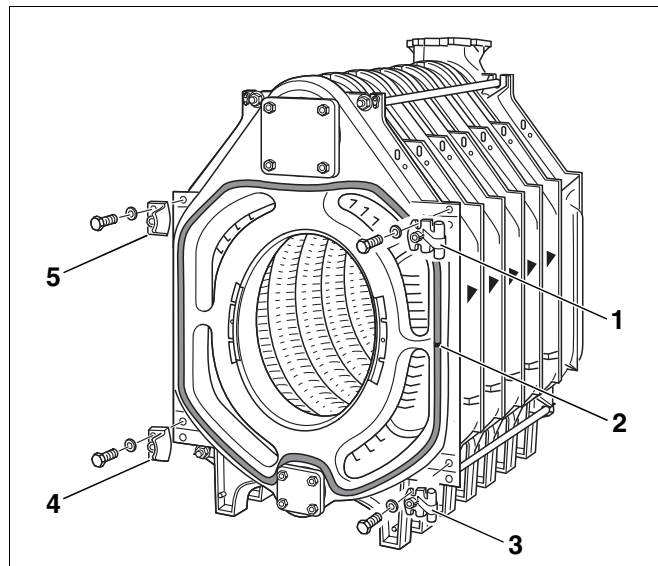

Abb. 31 Scharnierhaken und Verschlussleisten montieren
- Einige Tropfen Silastikkleber im Abstand von 15–20 cm in die Dichtnuten (Abb. 31, **Pos. 2**) am Vorderglied einbringen (Abb. 31).
- GP-Dichtschnur in die Dichtnut am Vorderglied einlegen. Dabei sollte der Dichtschnurstoß seitlich positioniert werden (Abb. 31, **Pos. 2**).
- Die Scharnierhaken (Rechtsanschlag) mit je 2 Maschinenschrauben M12 × 55 am Vorderglied anschrauben (Abb. 31, **Pos. 1** und **3**). Für Linksanschlag entsprechend auf der linken Seite anschrauben.
- Verschlussleisten mit Auflaufschrägen für die Brennertür (Rechtsanschlag) mit je 2 Maschinenschrauben M12 × 55 am Vorderglied anschrauben (Abb. 31, **Pos. 4** und **5**). Für Linksanschlag entsprechend auf der rechten Seite anschrauben.